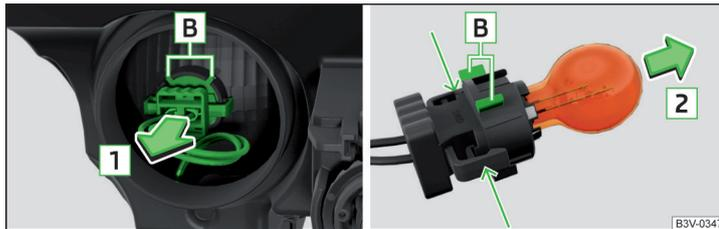

Abb. 357 Glühlampe für Blinklicht vorn wechseln
- › Die Fassung mit der Glühlampe mit Wackelbewegungen in Pfeilrichtung **1** » Abb. 357 herausziehen.